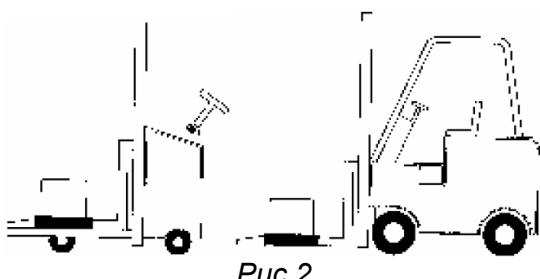

Рис.2
1. Для транспортировки до места назначения, производящееся до вскрытия упаковки, используйте подъемное устройство (Рис. 2)